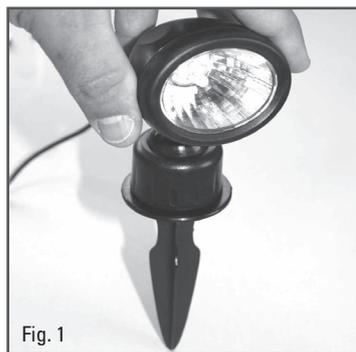
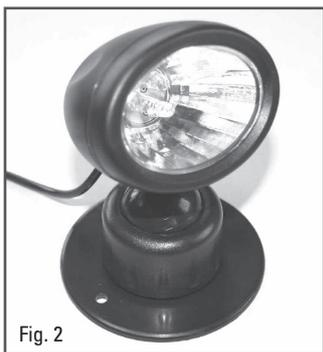

Fig. 1
Fig. 2
- Il raccordo a vite dello snodo sferico consente il posizionamento del piede di montaggio (**Fig. 2**) o del picchetto (**Fig. 1**). Il raccordo viene allentato in senso antiorario e serrato in senso orario. Durante il serraggio applicare unica forza moderata, in modo da non inceppare la filettatura.
- Spingere il faretto / pannello solare con il picchetto completamente nel terreno (**Fig. 1**). Assicurare una tenuta sicura.
- Avvitare il piede di montaggio con due viti (**Fig. 2, Fig. 4**).